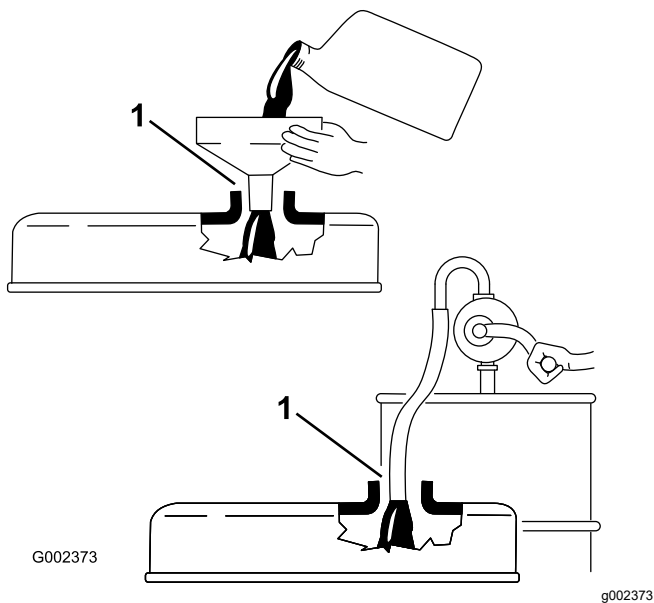

図 36
**重要** エンジンオイルを補給する時には、補給口とジョウゴなどの間に 図 36 に示すようなすき間が必要です。これは補給の際に通気を確保し、オイルがブリーザ内部に侵入しないようにするためです。